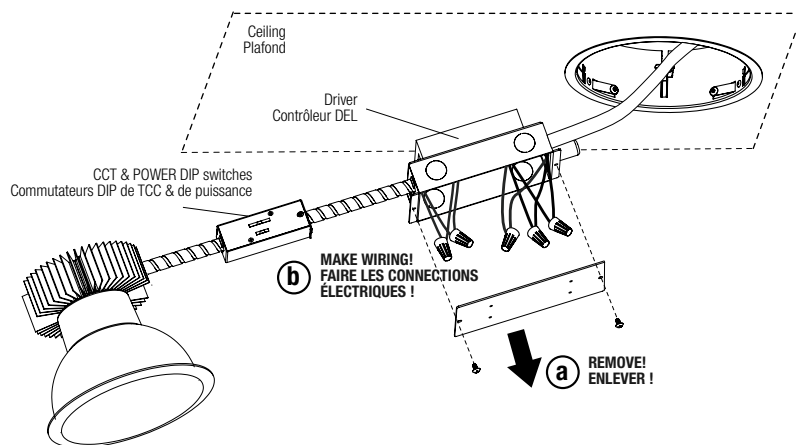

Figure 6
5. Provide electrical service with flexible cable only. Pass cable through opening and wire fixture in accordance with NEC or your local electrical code (Fig. 6). Follow steps 1 to 6 of installation "Electrical Connections".
4. Remove the junction box cover by unscrewing the two (2) screws (Fig. 6). Attach Conduit with connector to J-box and secure.
5. Fournir l'électricité avec des câbles flexibles seulement. Passez les câbles à travers le trou et câblez l'appareil en coordination avec le CNE ou votre code électrique local (Fig. 6). Suivre les étapes d'installation de 1 à 6 dans la section « Raccords électriques ».